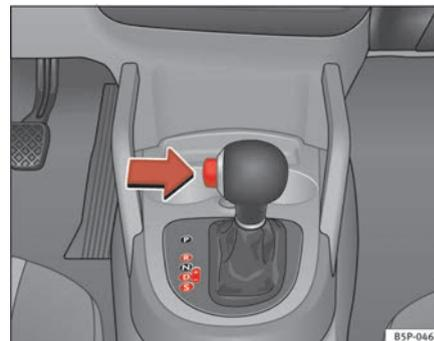

Fig. 144 Conduite
- Appuyez sur le bouton du pommeau (situé sur la partie gauche de celui-ci ⇒ fig. 144).